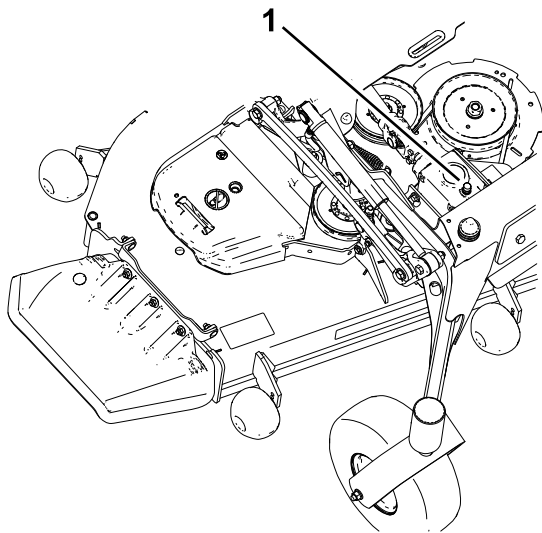

Figura 54
5. Retire la varilla/tapón de llenado de la parte superior de la caja de engranajes y compruebe que el lubricante está entre las marcas de la varilla (Figura 54).
5. Retire la varilla/tapón de llenado de la parte superior de la caja de engranajes y asegúrese de que el lubricante está entre las marcas de la varilla (Figura 54).